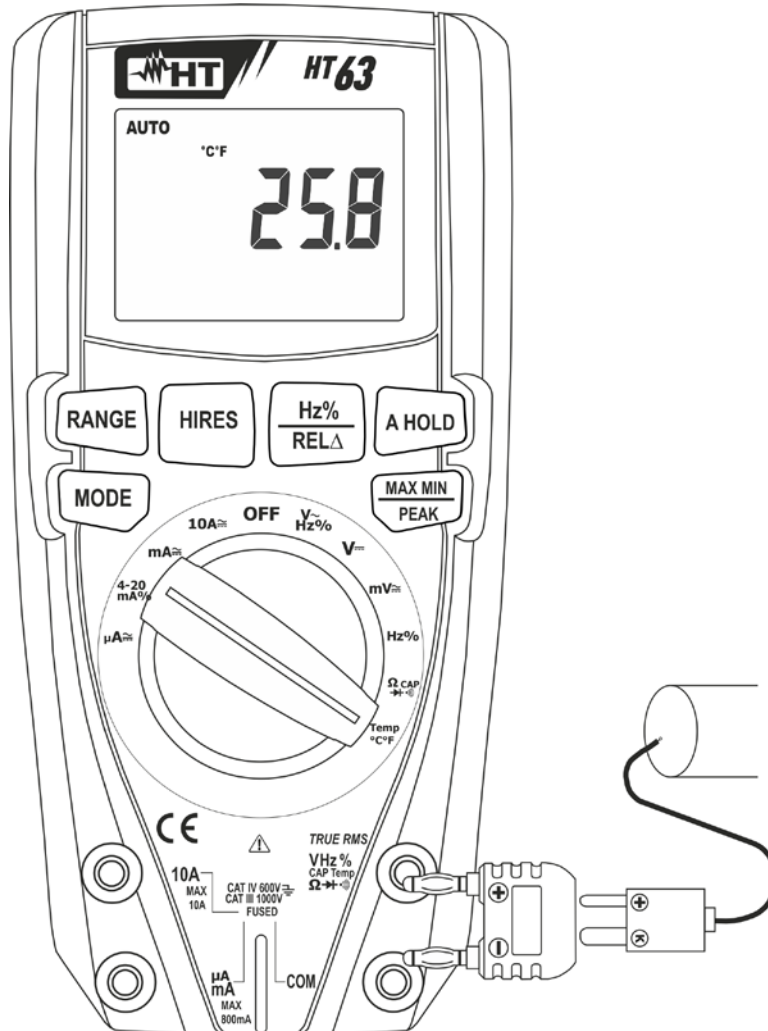

Fig. 8: Uso do instrumento para a medição de Temperaturas
3. Inserir o adaptador fornecido nos terminais de entrada **VHz%CAPTempΩ▶▶▶)** (polaridade +) e **COM** (polaridade -) (ver Fig. 8)